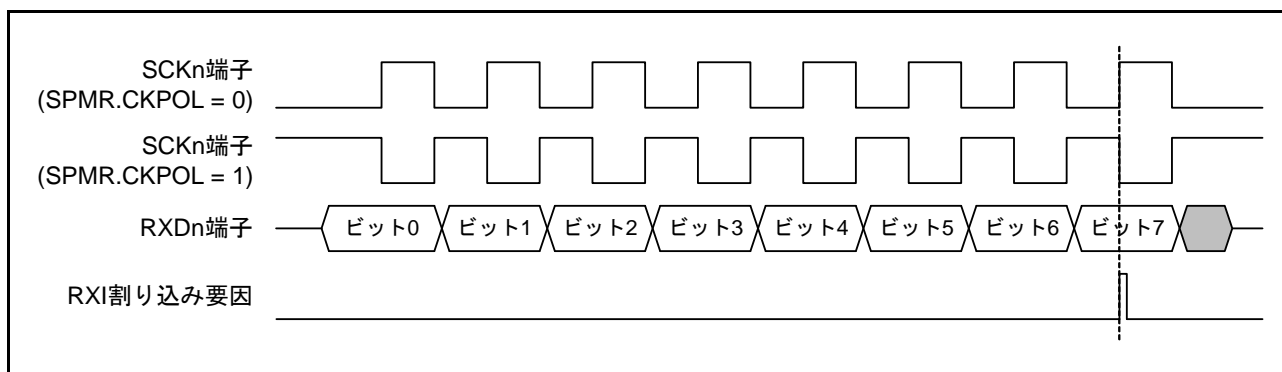

図 30.78 簡易 SPI モード（クロック遅れあり）RXI 割り込み発生タイミング
- クロック遅れあり設定（SPMR.CKPH ビット＝“1”）の場合、図 30.78 に示すように SCKn 端子の最終クロックエッジ手前のクロックエッジで受信データフル割り込み（RXI）が発生します。このとき、SCR.TE、RE ビットを SCKn 端子の最終クロックエッジより前に“0”に設定すると SCKn 端子出力がハイインピーダンスとなり、最終送受信クロックのクロックパルス幅が短くなります。また、RXI 割り込み後、SCKn 端子の最終クロックエッジより前に接続先スレーブに対する SSn# 端子入力信号を High にするとスレーブが誤動作する可能性があります。